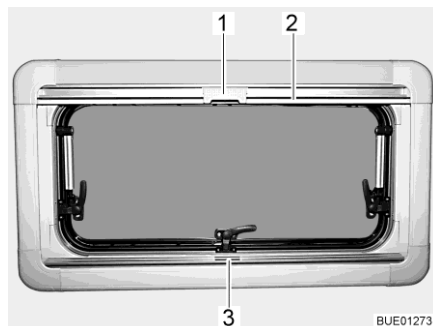
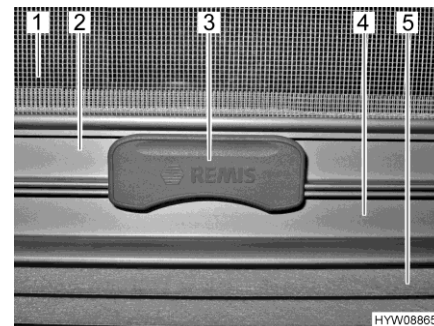

Fig. 16 Finestra apribile
Fig. 17 Aggancio
La tendina oscurante pieghevole (Fig. 17,5) è montata nella cassetta inferiore.
- Afferrare la tendina oscurante pieghevole per la parte centrale della barra di presa (Fig. 16,3 e Fig. 17,4), tirarla dal basso verso l'alto e rilasciarla nella posizione desiderata. La tendina oscurante pieghevole rimane in questa posizione.
La zanzariera a rullo (Fig. 17,1) è montata nella cassetta superiore.
- Tirare la zanzariera a rullo accompagnandola con la barra di presa (Fig. 16,2 e Fig. 17,2) verso il basso, fino a quando la barra di presa non arriva a contatto con la tendina oscurante pieghevole (Fig. 17,4).
- Bloccare l'aggancio (Fig. 16,1 e Fig. 17,3) della zanzariera a rullo nella barra di presa della tendina oscurante pieghevole. Se l'aggancio risulta bloccato, la tendina oscurante pieghevole e la zanzariera a rullo possono essere spostate insieme.
- Premere in alto l'aggancio (Fig. 17,3) sulla zanzariera a rullo.
- Ricondurre lentamente la zanzariera a rullo accompagnandola con la barra di presa (Fig. 16,2).